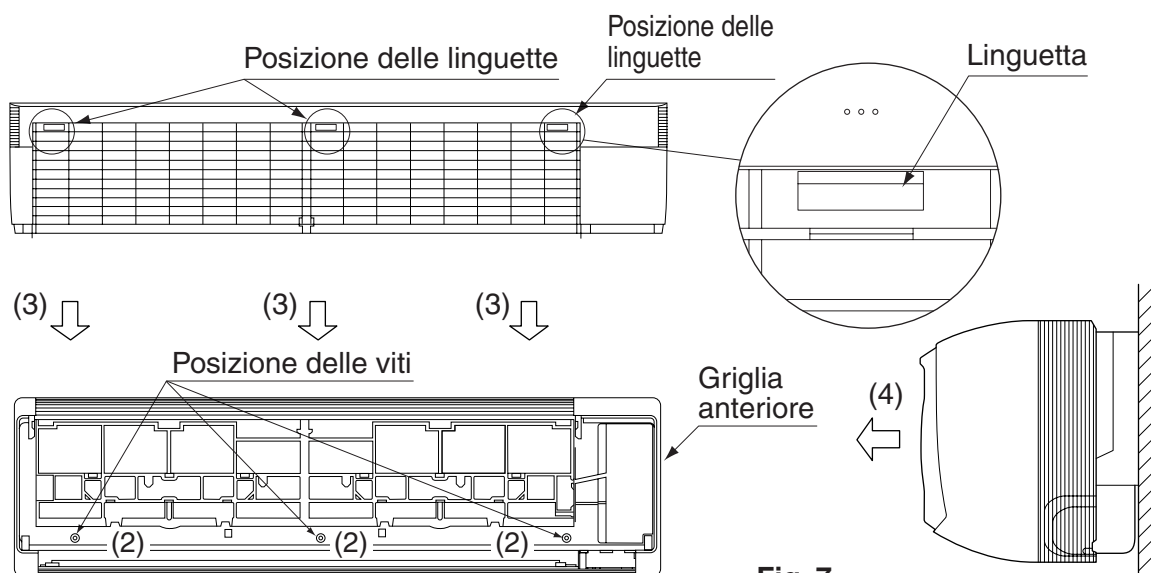

Fig. 7
- Rimuovere la griglia anteriore. **(Fare riferimento alla Fig. 7)**
- Allo stesso tempo, rimuovere il materiale tampone inserito al passo (6).